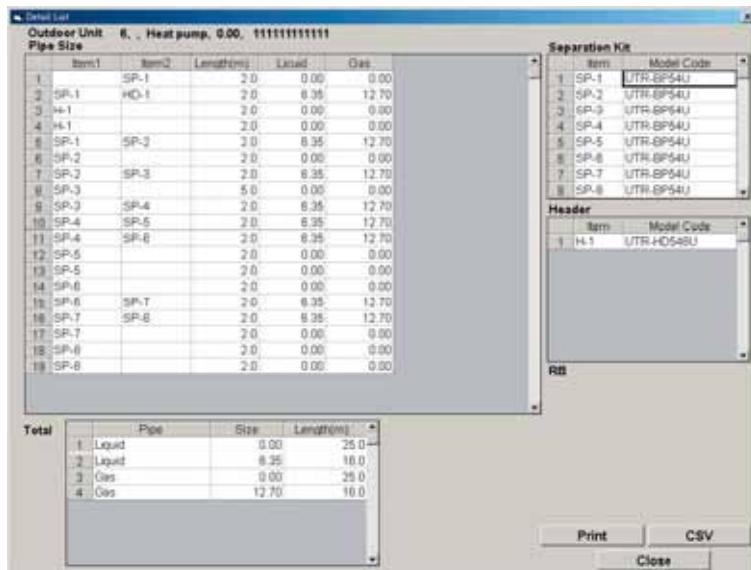

Рис. 6.4.4
При нажатии на кнопку "Подробно" (Detail List) (6) откроется окно, изображенное на рис. 6.4.4, где пользователь может подтвердить разбивку по диаметрам трубных линий, разветвителей-тройников и гребенок. При нажатии кнопки "Печать" (Print) данные будут выведены на печать. При нажатии на кнопку "CSV" откроется диалоговое окно подтверждения (рис. 6.4.5). При нажатии кнопки "Да" информация будет сохранена.